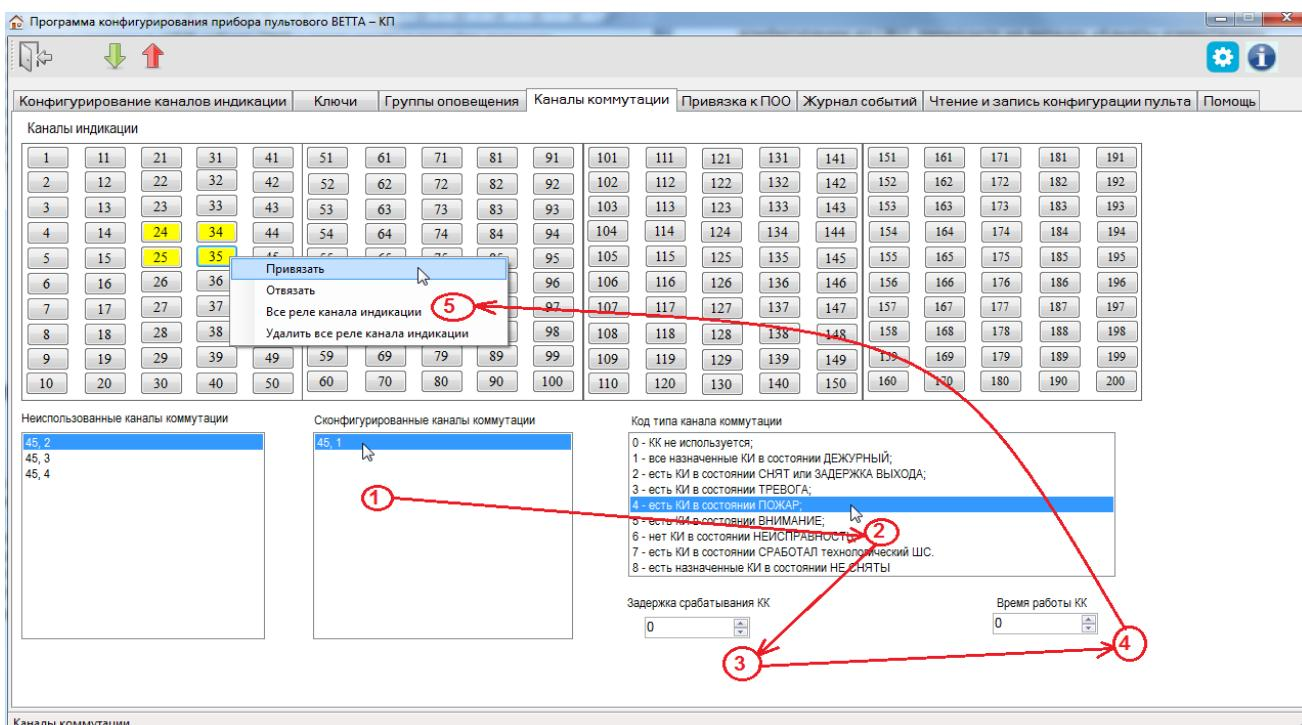

Рис. 28. Порядок действий при настройке канала коммутации блока реле «BETTA-BP»
4) После завершения чтения текущей конфигурации и запуска основного окна программы-конфигуратора, перейдите на вкладку «Каналы коммутации» (Рис. 28).
6) Для настройки канала коммутации перетащите его из списка «Неиспользованные каналы коммутации» в список «Сконфигурированные каналы коммутации» (Рис. 28, шаг1).
– выберите условие срабатывания канала коммутации из списка (Рис. 28, шаг 2),
– выберите задержку срабатывания канала коммутации, в секундах (при нулевом значении – задержка отсутствует; Рис. 28, шаг 3),
– выберите длительность пребывания канала коммутации в сработавшем состоянии, в секундах (при нулевом значении – длительность без ограничения; Рис. 28, шаг 4).
9) Вызовите правой кнопкой мыши контекстное меню и выберите команду «Привязать» (Рис. 28, шаг 5).